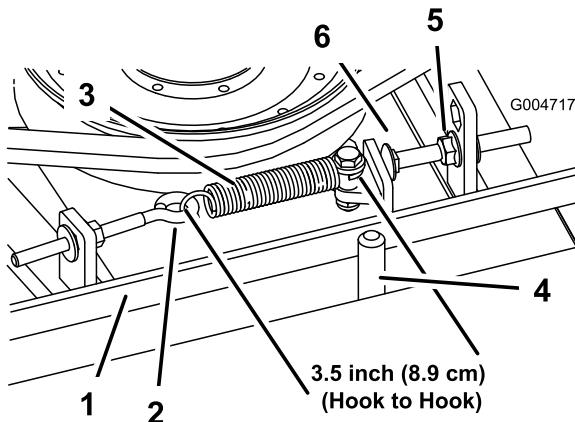

Figura 94
hasta que quede aproximadamente 2–5 mm de holgura entre la cabeza del perno y el brazo tensor (Figura 94).
Nota: Asegúrese de que la correa está colocada en el lado del muelle de la guía de la correa (Figura 94).
2. Afloje el perno de ojal para poder retirar el muelle de extensión (Figura 94).
3. Afloje la tuerca con arandela prensada que fija el perno de tope a la pestaña de montaje, y aparte la polea tensora de la correa para aliviar la tensión de la correa (Figura 94).
- Nota:** Asegúrese de que la correa está colocada en el lado del muelle de la guía de la correa (Figura 94).
9. Conecte el muelle de extensión (Figura 94) al perno de ojal y tense la correa de la siguiente manera: